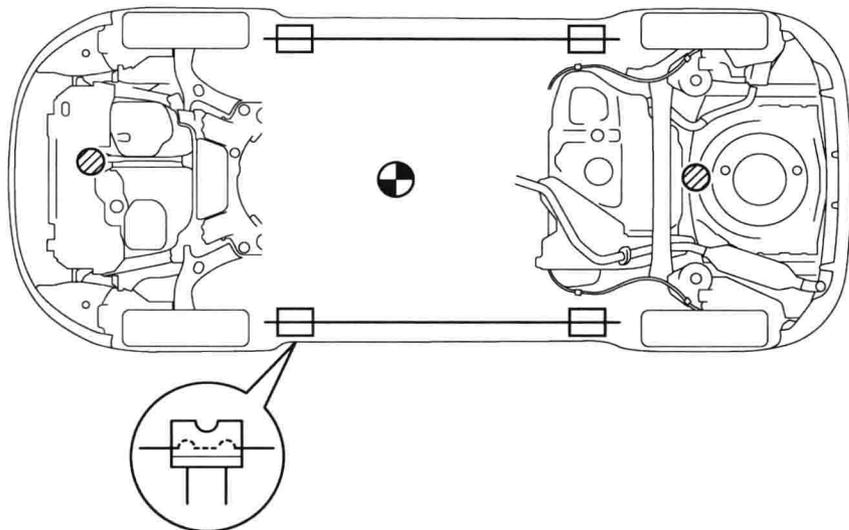
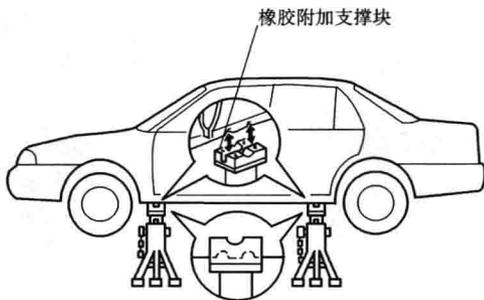

图 1-16 车辆举升位置
图 1-17 支撑架
(1) 拆装时要避免划伤前翼子板等处的油漆。
(2) 举升车辆时要注意：使用四柱式举升机时，必须使用车轮挡块固定车辆；使用摇臂式举升机支撑车辆时，必须选择好支撑车辆的规定位置，如图 1-16 所示。在车辆升高大约 150mm 时停止举升，确认车辆在举升机上处于平衡状态；在达到举升位置时，要锁住举升机安全钩；需要较长时间完成的作业，不要单独使用液压千斤顶支撑车辆，需要使用有附加橡胶的支撑架来支撑，如图 1-17 所示。